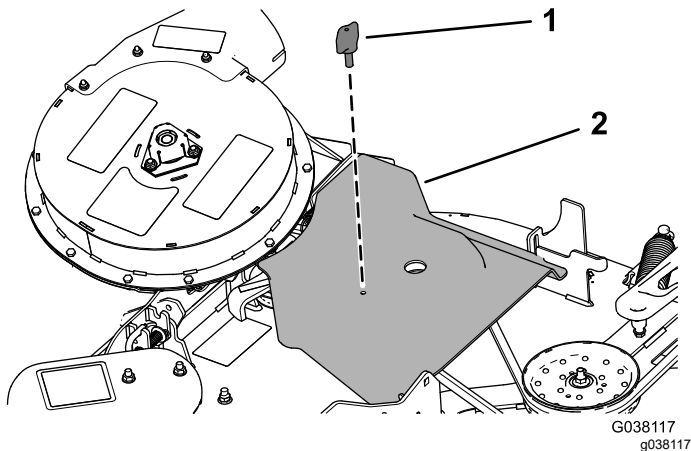

Figure 7
1. Retirez la vis à oreilles qui fixe le protège-courroie (Figure 7).
2. Déplacez le couvercle vers l'extérieur jusqu'à ce que le bord passe les crochets dans les brides du plateau (Figure 7).